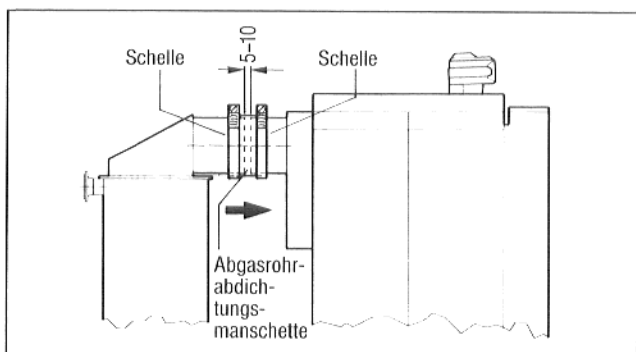

Abb. 4
Bevor die Abgasstutzen von Heizkessel und Abgaswärmeaustauscher ausgerichtet werden, ist darauf zu achten, daß sich die Abgasabdichtungsmanschette über dem Abgasstutzen befindet (Abb. 4).
- Abgasabdichtungsmanschette über beide Abgasstutzen schieben und mit 2 Schellen festziehen (Abb. 4).